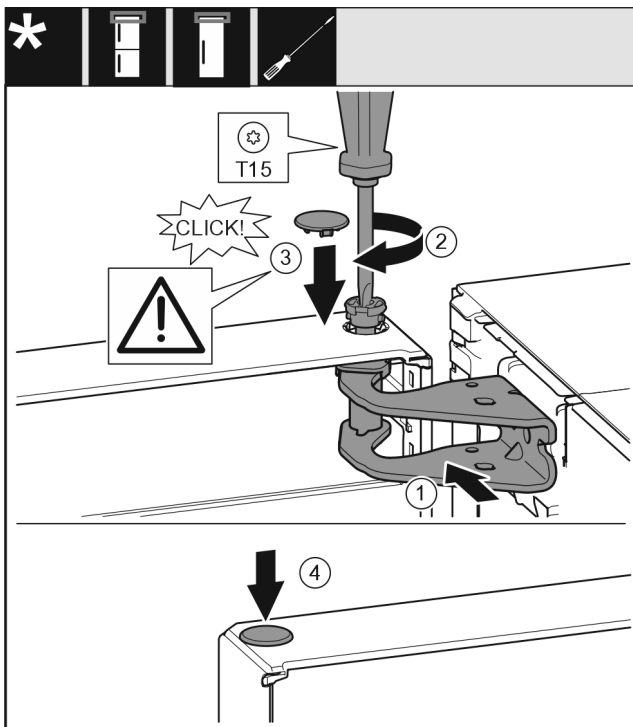

Fig. 24
- ▶ Выровняйте дверь вверх по отверстию в опорном кронштейне. Fig. 24 (1)
- ▶ Вставьте палец и затяните отверткой T15. Fig. 24 (2)
- ▶ Установите предохранительную крышку для защиты двери: Вставьте предохранительную крышку и проверьте, прилегает ли она к двери. В ином случае вставьте палец полностью. Fig. 24 (3)
- ▶ Вставьте заглушку. Fig. 24 (4)